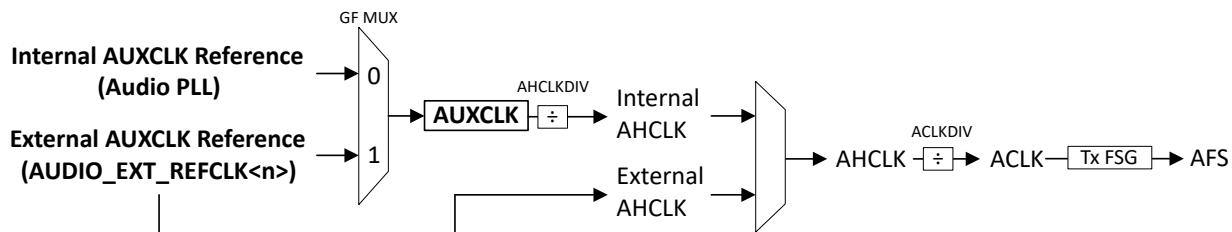

図 3-2. High レベル McASP 図
各 McASP には、送信 (TX) および受信 (RX) ドメインがあります。図 3-2 に、TX または RX ドメインのいずれかを表す単一のクロック ドメインを示します。